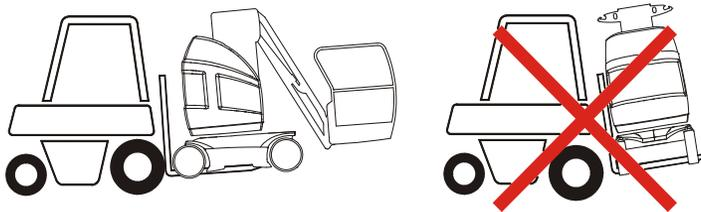

Bild 4-11. Position der Gabeln
- Heben Sie wie in Bild 4-11. gezeigt mit dem Gabelstapler an.